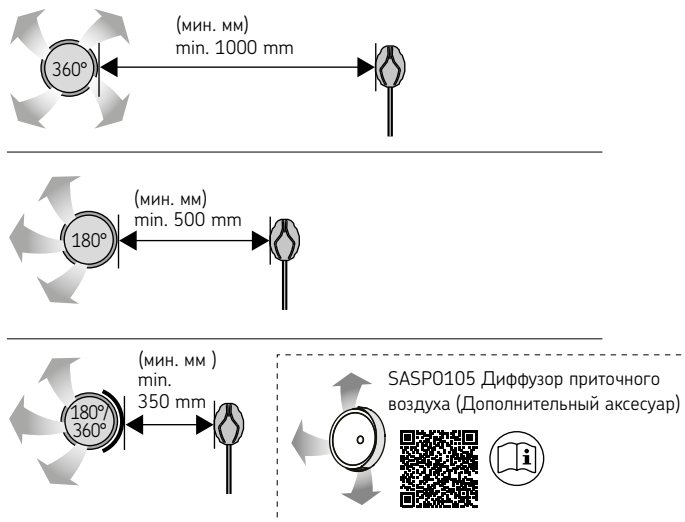

Рисунок 10. Минимальное расстояние от температурного датчика до вентиляционной отдушины.
- **Механическая вентиляция:** Воздушное вентиляционное отверстие располагается в верхней части сауны, чтобы не мешать работе датчика температуры. (Рисунок 10. Минимальное расстояние от температурного датчика до вентиляционной отдушины.)